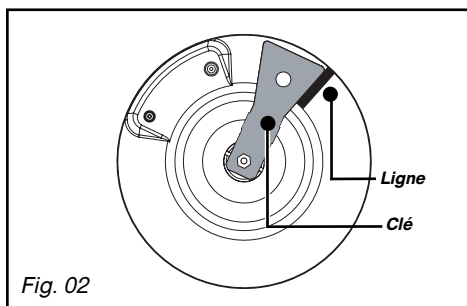

Fig. 02
- Tracez une ligne sur la plaque d'âtre à l'aide d'un crayon à l'endroit indiqué (Fig. 02).